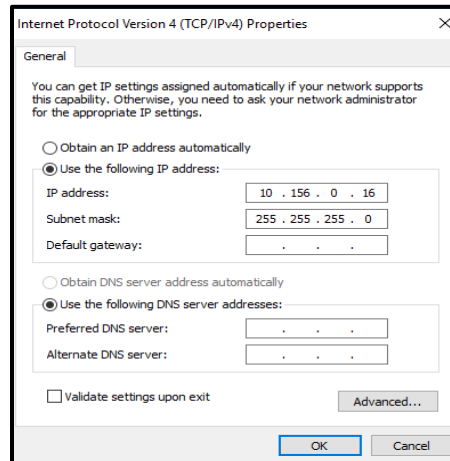

Fig 6. Exemplu IPv4 local
- Click dreapta pe placa de rețea selectată (ex: Ethernet SVT Intel(R) 82579LM Gigabit Network...) – Properties – Din căsuța „This connection uses the following items” a ferestrei „Ethernet Properties” se va deschide cu dublu click opțiunea „Internet Protocol Version 4 (TCP/IPv4)”
- În fereastra „Internet Protocol Version 4 (TCP/IPv4) Properties” selectăm opțiunea „Use the following IP address”, la fel ca în Fig. 6. .